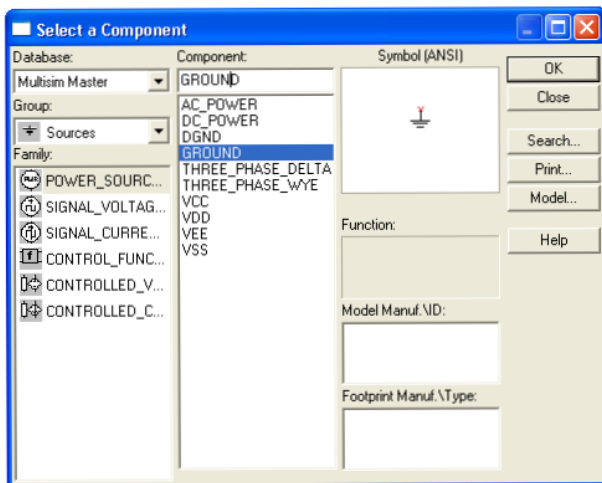

Рис. 20. Панель инструментов *Select a Component*
1. Нажать на кнопку *Sources* . Откроется панель *Select a Component*, содержащая источники напряжения или тока (рис. 20) и символы «земля».
1. Нарисовать схему исследования функции 2И (рис. 20).